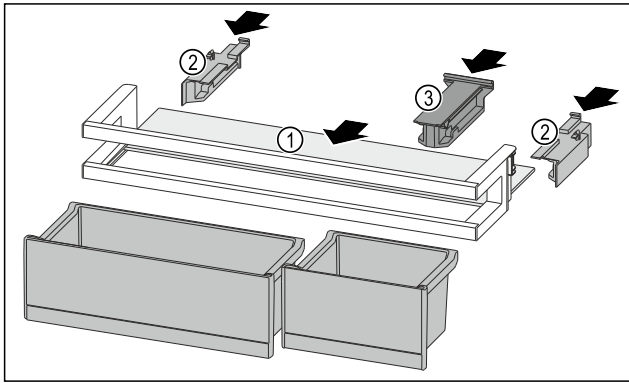

Fig. 135
- ▶ Tolja be a tárolólapot Fig. 135 (1) az oldalsó mélyedésbe.
- ▶ Helyezze be az oldalsó részeket Fig. 135 (2).
- ▶ Helyezze be a tartóelemet Fig. 135 (3).